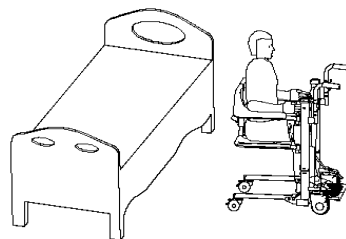

Figura 11
- Empuje la silla hasta el borde de la cama sosteniendo el asa frontal. Verifique la altura de la estructura del asiento en relación con el borde de la cama para asegurarse de que la parte inferior de la estructura esté ligeramente más alta que la superficie de la cama. Si es necesario ajustar la altura, bloquee los frenos de las ruedas delanteras antes de hacerlo. (Figura 11)